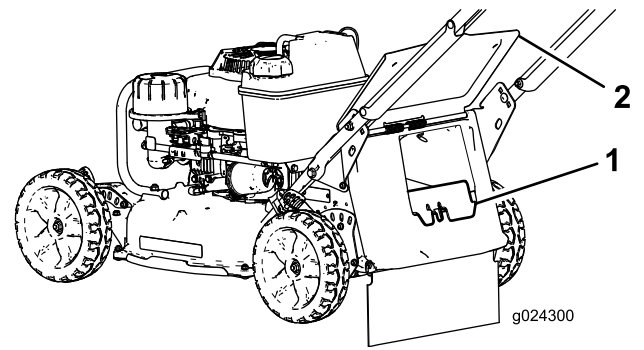

図 19
- 後方排出プラグが取り付けられていない場合は、プラグのハンドルを握って後ドアを上げてプラグを後方排出シュートに入れ、ロックするまでしっかりと押し込む  図 19。
3. 後方排出プラグを外すラッチを親指で押し込んでプラグを機体から引き出せばよい 図 19。